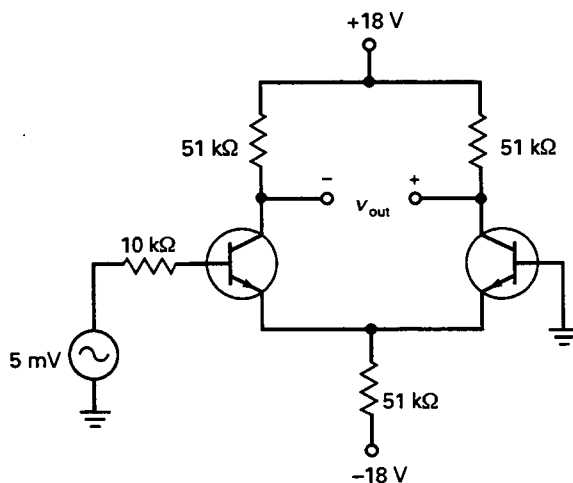

Figura 17-36
- 17-8. El amplificador diferencial de la Figura 17-36 tiene $A = 360$, $I_{in(polarización)} = 600 \text{ nA}$, $I_{in(offset)} = 100 \text{ nA}$ y $V_{in(offset)} = 1 \text{ mV}$. ¿Cuál es la tensión error de salida? Si se usa una resistencia de base adaptada, ¿cuál es la tensión error de salida?
- 17-9. El amplificador diferencial de la Figura 17-36 tiene $A = 250$, $I_{in(polarización)} = 1 \text{ } \mu\text{A}$, $I_{in(offset)} = 200 \text{ nA}$ y $V_{in(offset)} = 5 \text{ mV}$. ¿Cuál es la tensión error de salida? Si se usa una resistencia de base adaptada, ¿cuál es la tensión error de salida?
- 17-15. Se conecta una resistencia de carga de $27 \text{ k}\Omega$ en la salida diferencial de la Figura 17-36. ¿Cuál es la tensión en la carga?
- 17-16. ¿Cuál es la corriente por la carga en la Figura 17-36 si se conecta un amperímetro a la salida?